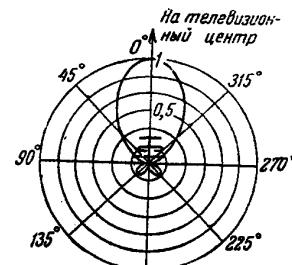

рис. 3
Вдоль нижнего профиля линии проложен 75-омный радиочастотный коаксиальный кабель снижения (11), закрепленный скобами, который на конце профиля подключают к нижнему (оплетка) и верхнему (центральная жила) профилям линии. Узел соединения покрыт специальным лаком. Подключение кабеля снижения к профилям показано на выноске А (**рис.2**), направление максимума главного лепестка диаграммы направленности (**рис.3**) показано стрелкой на **рис.2**. Конструкция узла крепления антенны состоит из держателя (12) с двумя отверстиями, который совмещается со скобой (2) и винтами (3) с гайками. Этими винтами и крепят узел на мачте. Рекомендуемый диаметр мачты от 20 до 50 мм.